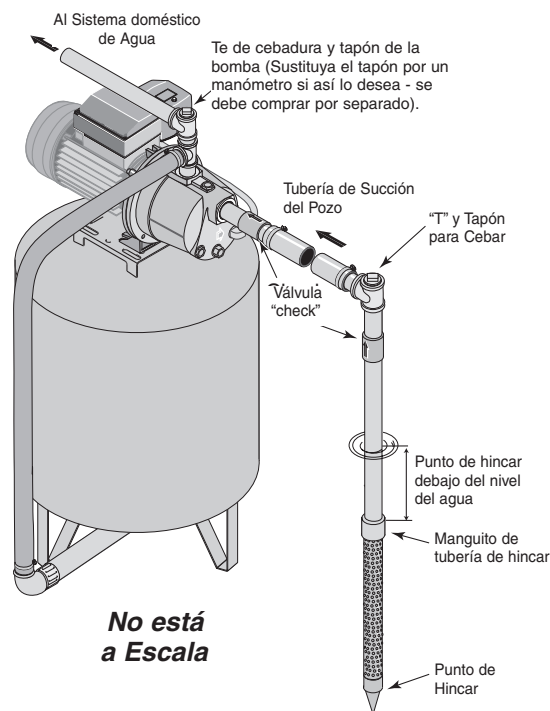

Figura 1 - Instalación del Punto de Hincar
INSTALACION DEL PUNTO DEL POZO (PUNTO DE HINCAR) (FIGURA 1)
3. Utilice el menor número de conexiones posible (especialmente codos) al conectar la tubería desde el punto del pozo al orificio de succión de la bomba. La tubería de succión debe ser por lo menos del mismo tamaño que el orificio de succión en la bomba (incluya una válvula "check" si su equipo no está equipado con una) - Vea la Figura 1. Soporte la tubería para que no haya inclinaciones verticales o hundimientos en ella a fin de que no se ejerza tensión sobre el cuerpo de la bomba y con el propósito de que no se incline ligeramente hacia arriba desde el pozo hacia la bomba (los puntos altos pueden ocasionar que se formen bolsas de aire que pueden bloquear la bomba). Selle las juntas de la tubería de succión con cinta de teflón o con un compuesto a base de teflón especial para las juntas de las tuberías. Las juntas deben de ser a prueba de agua y estar herméticamente cerradas. **Si la tubería de succión pudiera succionar aire, la bomba no podría sacar agua del pozo.** Si un punto de pozo no proporciona suficiente agua, considere la posibilidad de conectar dos o tres puntos de pozo a una tubería de succión.